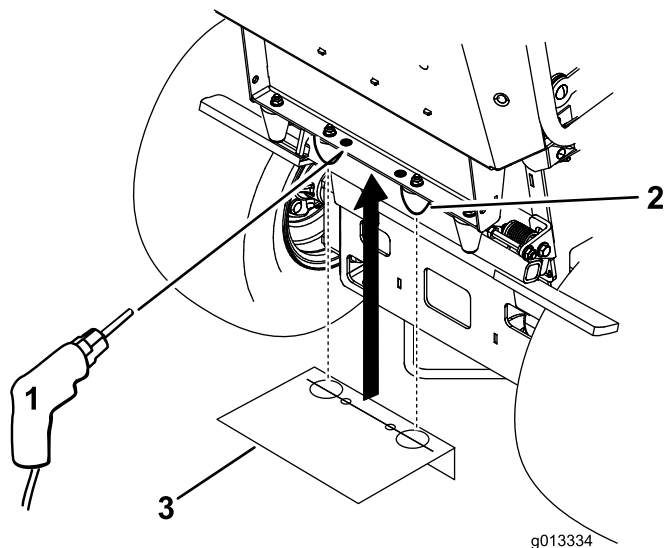

Figura 1
- Coloque la plantilla sobre los dos topes de goma interiores, debajo de la barra de la plataforma (Figura 1).
- Marque la ubicación de los dos taladros y abra dos taladros de 9/16 pulgada de diámetro en la barra de la plataforma (Figura 1).